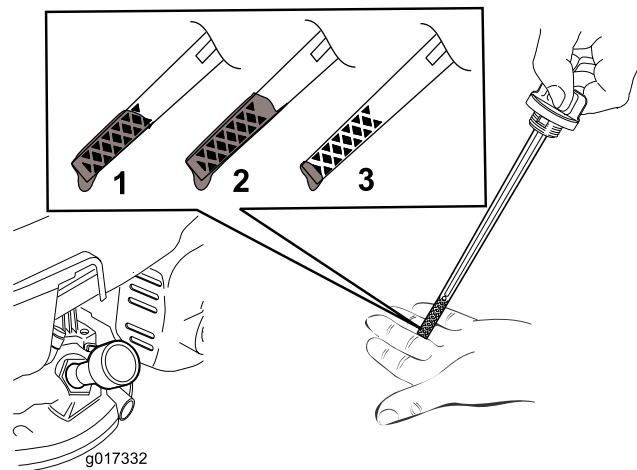

图 21
3. 逆时针旋转并拉出量油尺盖取出量油尺图 21。
10. 查看量油尺上的油位图 21。